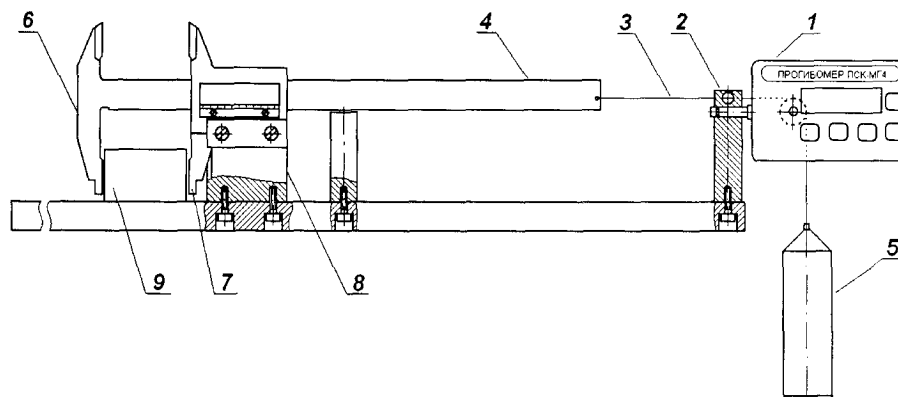

Рисунок 4.1
4.4.4.2 На специальном приспособлении (рисунок 4.1) закрепить электронный блок прогибомера в стойке (2). Через ведущий блок перекинуть виток струны (3), один конец которой закрепить на подвижной штанге (4), а на другой подвесить груз для натяжения (5). Перемещая штангу, сдвинуть до плотного соприкосновения измерительные губки (6, 7). Включить прогибомер. Установить режим работы «Оперативный» и провести автоподстройку.